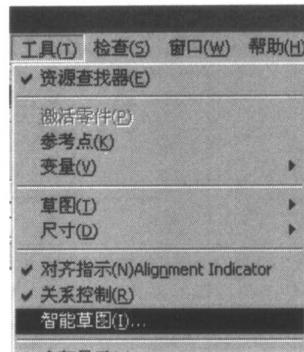
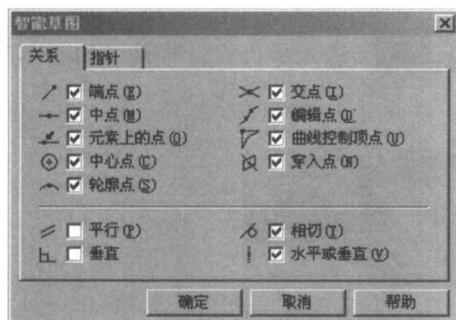

图 1-40
图 1-41
3. 绘图前，先在主菜单工具下选择智能草图命令（如图 1-40 所示），在智能草图对话框中选择绘图关系（如图 1-41 所示）。